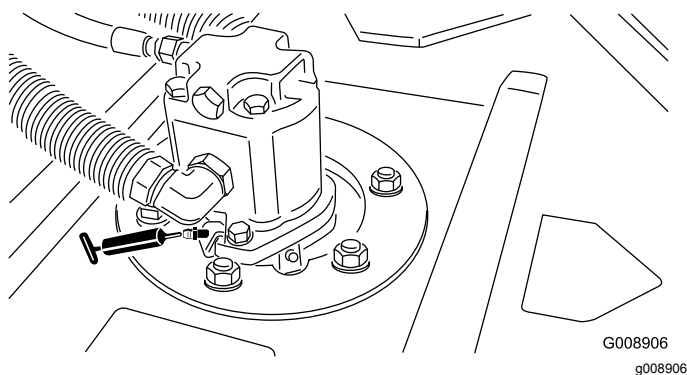

Figure 55
- Roulements d'axes de pivots de plateau de coupe (2 par plateau de coupe) (Figure 55)